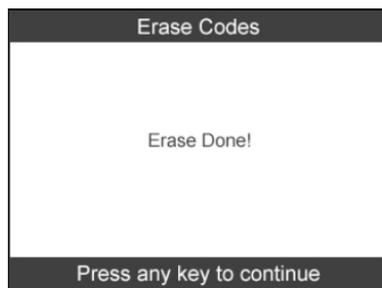

Figura 6.7
- 3) Se i codici sono stati cancellati correttamente, viene visualizzato il messaggio "**Cancellazione eseguita**" sullo schermo. Premere un pulsante qualsiasi per proseguire. (Figura 6.7)